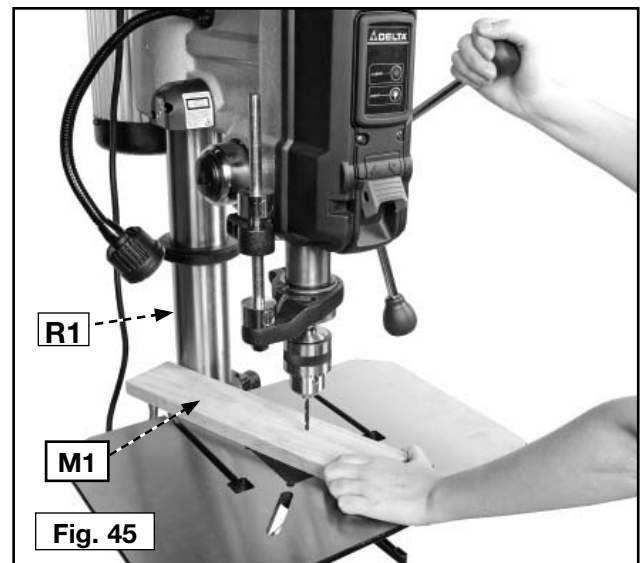

Fig. 45
**IMPORTANT :** si la pièce à travailler (M1), fig. 45, est assez longue, la positionner sur la table avec l'une de ses extrémités contre le côté gauche de la colonne (R1) pour l'empêcher de pivoter. S'il est impossible d'adosser la pièce contre la colonne, arrimez-la à la table.